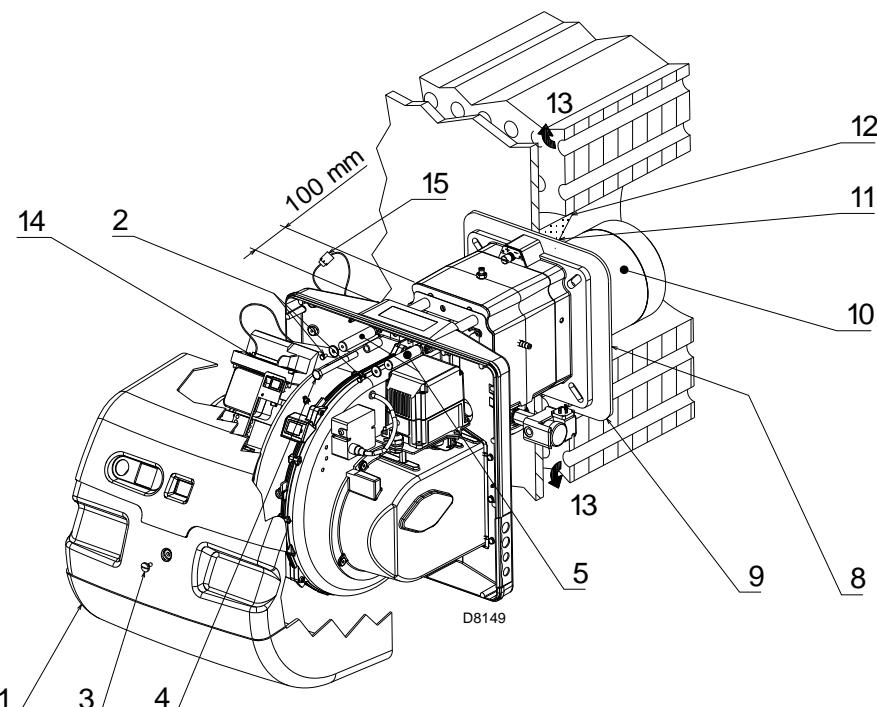
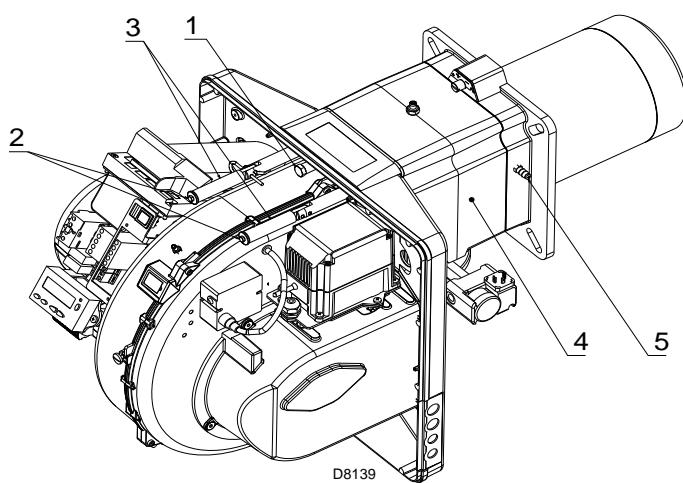

Fig. 13
Fig. 18
Separar el cabezal de combustión del resto del quemador, (Fig. 13). Para lograr esto proceder de la siguiente manera:
Para calderas con paso de humos delantero 13)(Fig. 13), realizar una protección de material refractario 11), entre el material refractario de la caldera 12) y el tubo llama 10). Esta protección debe permitir el desplazamiento del tubo llama.
- volver a montar el quemador en las guías 3)(Fig. 18) unos 100 mm del manguito 4) - quemador en la posición que muestra en la Fig. 13 en la pág. 19.
- Introducir el cable de la sonda y el cable del electrodo y deslizar el quemador hasta el manguito, hasta que alcance la posición indicada en la Fig. 18.